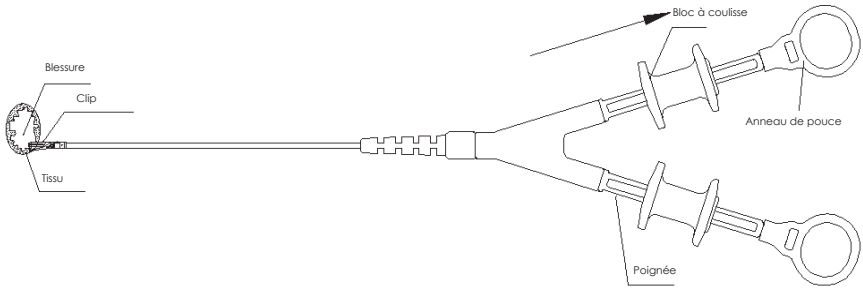

Fig. 4 Clampage
- A. Fermez la dat dispositif jetable à double action pour fermeture des tissus à la position requise, et déplacez lentement le bloc à coulisse dans la direction de la anneau de pouce jusqu'à ce qu'il y ait une résistance sur la poignée, de sorte que la dat dispositif jetable à double action pour fermeture des tissus se ferme progressivement, mais ne se libère pas ; si vous constatez que la position n'est pas bonne à ce moment-là, vous pouvez rouvrir la pince jusqu'à ce que le clampage du tissu soit terminé (comme indiqué sur la Fig. 4).